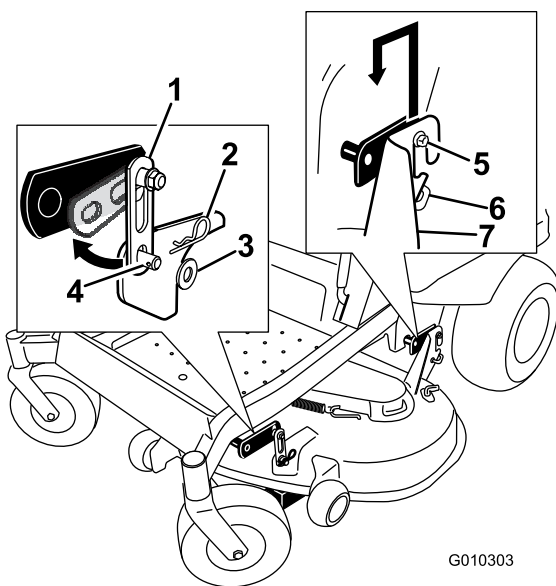

Figure 66
7. Enlevez les fixations des patte de fixation avant de chaque côté du tablier de coupe (Figure 66).
8. Soulevez le tablier de coupe avec précaution pour le dégager des boulons des pattes de fixation arrière et abaissez l'avant du tablier au sol (Figure 66).
- Soulevez l'arrière du tablier de coupe et guidez les supports sur les boulons des pattes de fixation arrière (Figure 66).
- Montez le support avant du tablier de coupe sur les pattes de fixation avant et fixez-les avec un axe de chape et une goupille fendue (Figure 66).